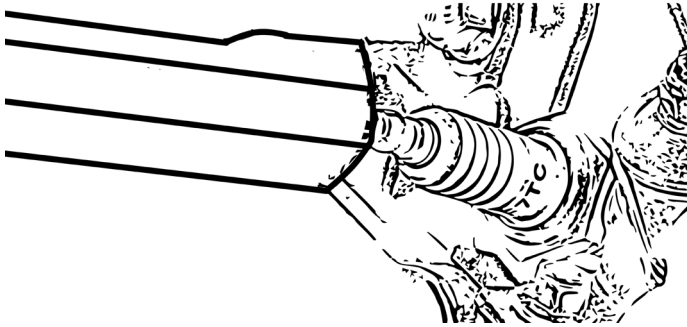

Figure 25
- Desserrez la bougie d'allumage à l'aide de la clé à bougie, fig. 25.